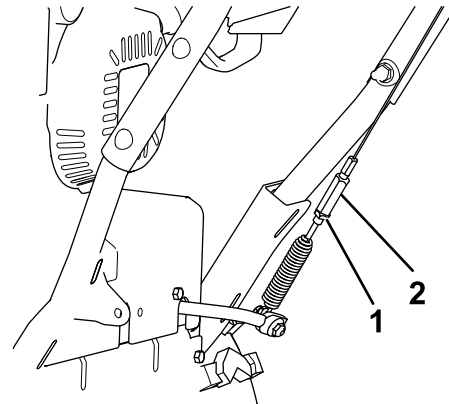

Figure 32
5. Desserrez l'écrou de blocage (Figure 32).
6. Desserrez ou serrez le tendeur pour régler la tension du câble (Figure 32).